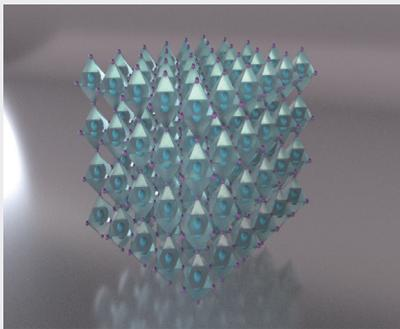

图3-20
**步骤10:** 采用相同的方法完成z轴复制后，调整摄像机的角度，单击“渲染”按钮, 获得如图3-20所示的结构效果。